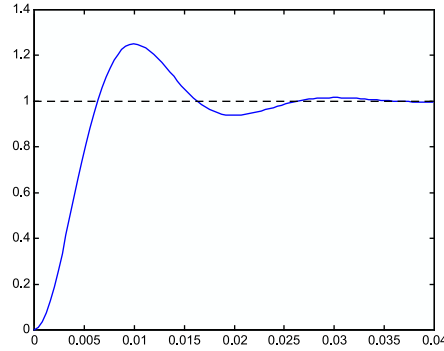

Figura 3-26
**Problema 82** La resposta a un graó unitari d'un sistema de control lineal es mostra a la Figura 3-26.